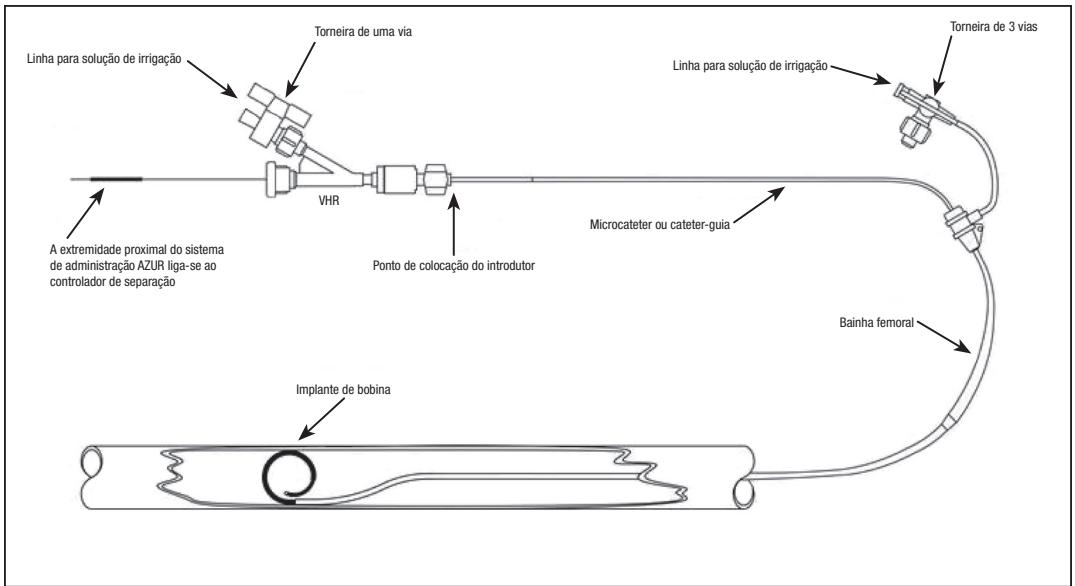

Figura 1 – Diagrama de configuração do sistema AZUR
- **NÃO** utilize em conjunto com dispositivos de radiofrequência (RF).
1. Consulte na Figura 1 o diagrama de configuração.